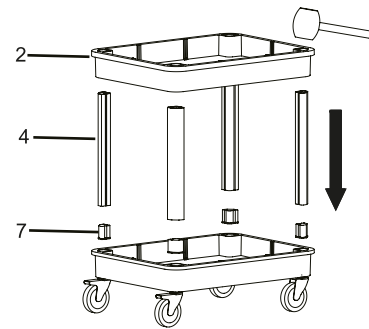

Fig. 2 - Montagem da parte inferior do equipamento
b) Com os rodízios montados na bandeja inferior, utilize um martelo de borracha (não acompanha) para fixar os 4 calços internos (7) e 4 suportes laterais (4) na bandeja (Fig. 2).